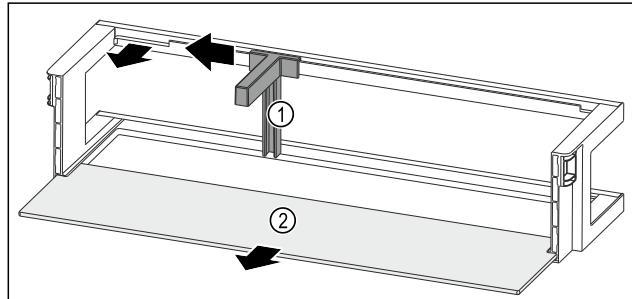

Fig. 98 Balconnet de contre-porte avec porte-bouteilles et tablette de rangement
- ▶ Pousser le porte-bouteilles Fig. 98 (1) sur le côté jusqu'à l'évidement.
- ▶ Retirer le porte-bouteilles Fig. 98 (1).
- ▶ Retirer la tablette de rangement Fig. 98 (2).